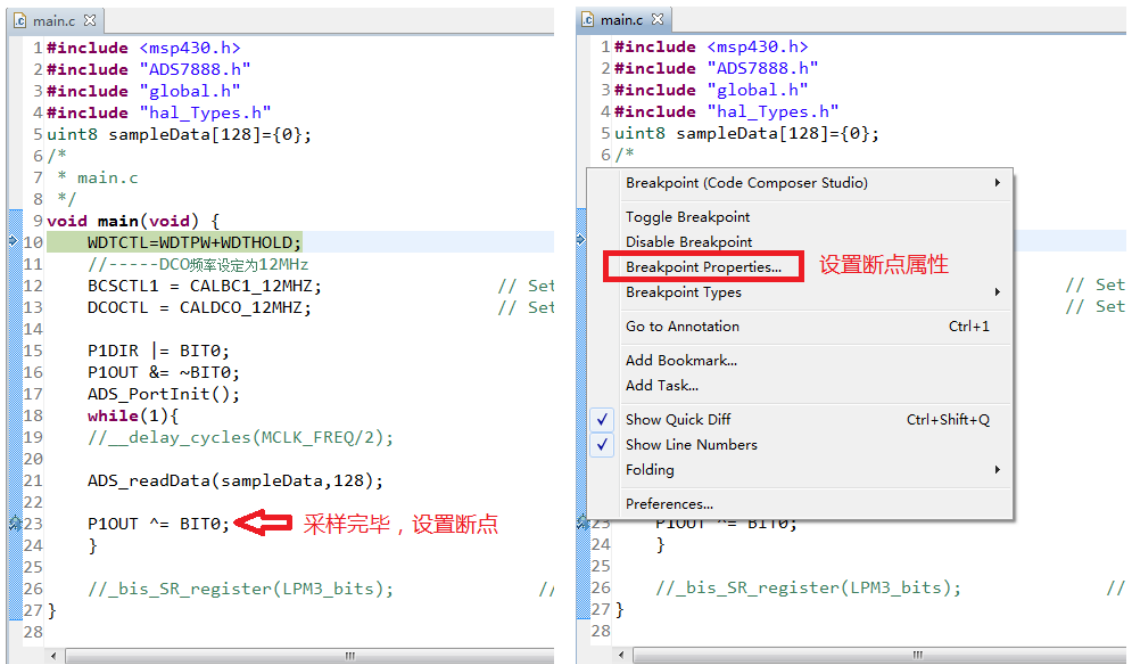

图 2.26 某 ADC 采样程序
- 1) 建立 CCS 工程，并编写相关代码，图 2.26 中是使用某 ADC 对信号发生器的正弦信号进行采样的程序。在采样完毕的位置设置断点，并配置断点属性。